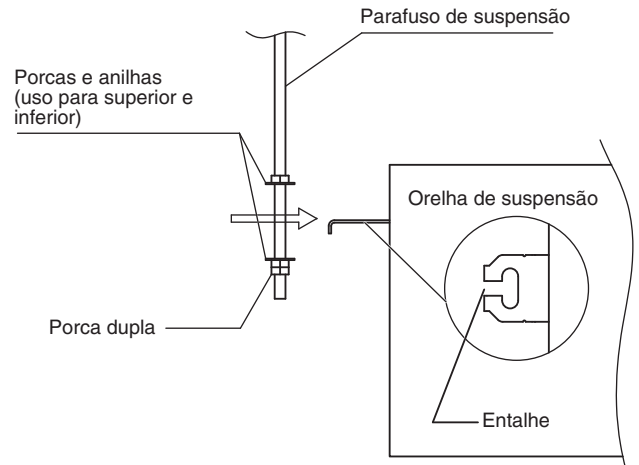

Fig. 3-5
- (3) Enrosque as 3 porcas hexagonais e 2 anilhas (fornecimento de campo) em cada um dos 4 parafusos de suspensão (Figs. 3-5 e 3-6). Utilize 1 porca e 1 anilha para o lado superior, e 2 porcas e 1 anilha para o lado inferior, de modo que a unidade não caia das orelhas de suspensão.